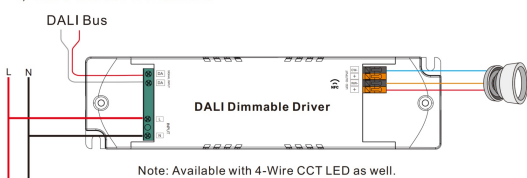

Рис.4. Схема проводки для подключения светодиодного к шине Dali
1. Подключение к шине DALI - см. рис. 4